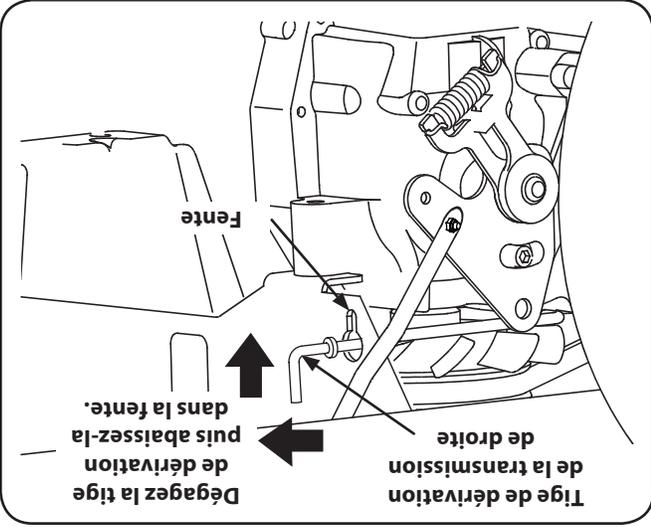

Figure 6-3
- Localisez les tiges de dérivation de la transmission qui se trouvent juste en avant des deux roues arrière. Voir la Figure 6-3.